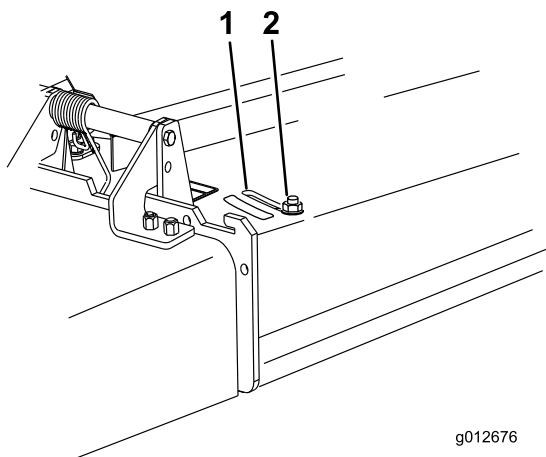

Bild 17
3. Lösen Sie die Mutter, um das Ablenklech einzustellen (Bild 17).